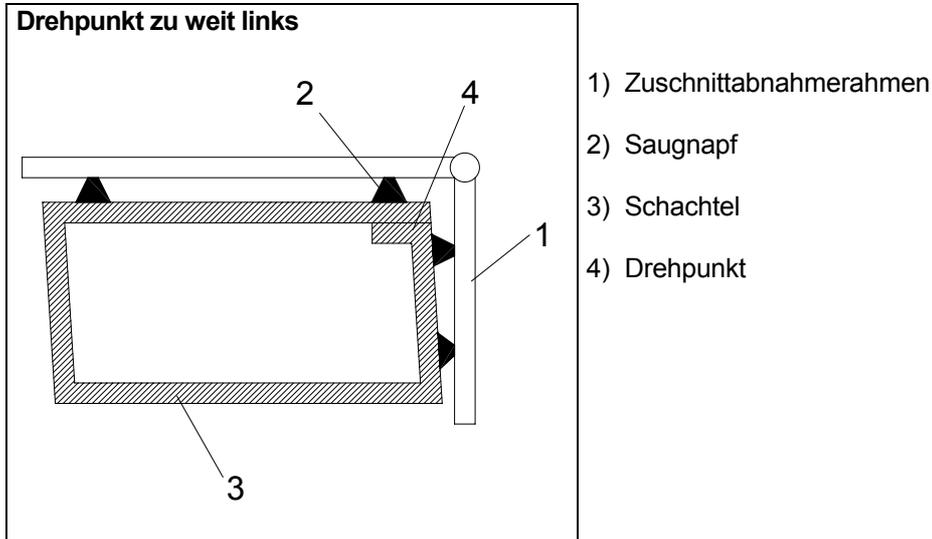

Abb. 4.30
- a. Der Drehpunkt der Schachtel liegt zu weit links (Abb. 4.30). Die Seitenführungen des Zuschnittmagazins müssen nach rechts nachgestellt werden (siehe 4.5.2 "Seitenführungen Zuschnittmagazin einstellen").